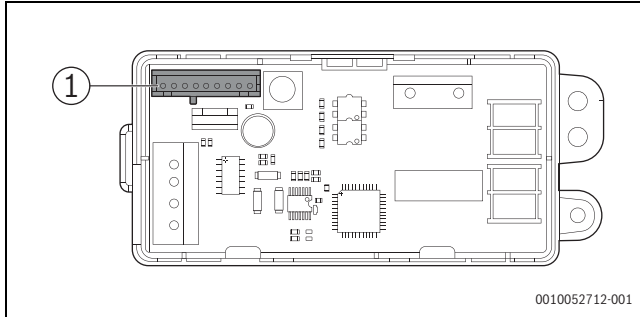

fig. 1
1. Fusni njërin skaj të kablos të kitit të komunikimit në kontaktin përkatës Extend CN1 në tabelën e përshtatësit të komunikimit (Fig. 1).